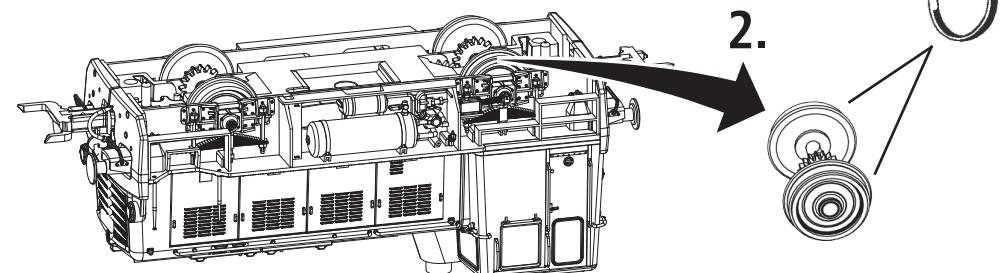

Fig. 8
**3. Hafltreifenwechsel:** Zuerst den Getriebedeckel abnehmen (Fig. 7). Danach den **Radsatz** herausnehmen (Fig. 8) und die **Hafltreifen** mit einer Nadel od. mit einem feinen Schraubendreher abziehen. Beim Aufziehen der neuen Hafltreifen darauf achten, dass diese sich nicht verdrehen.
**3. Change of traction tyre:** Remove the gear cover (fig. 7). Take out **wheel set** (fig. 8) and remove **traction tyre** using a pin or a fine screwdriver. When pressing on the new traction tyre please **avoid twisting it**.